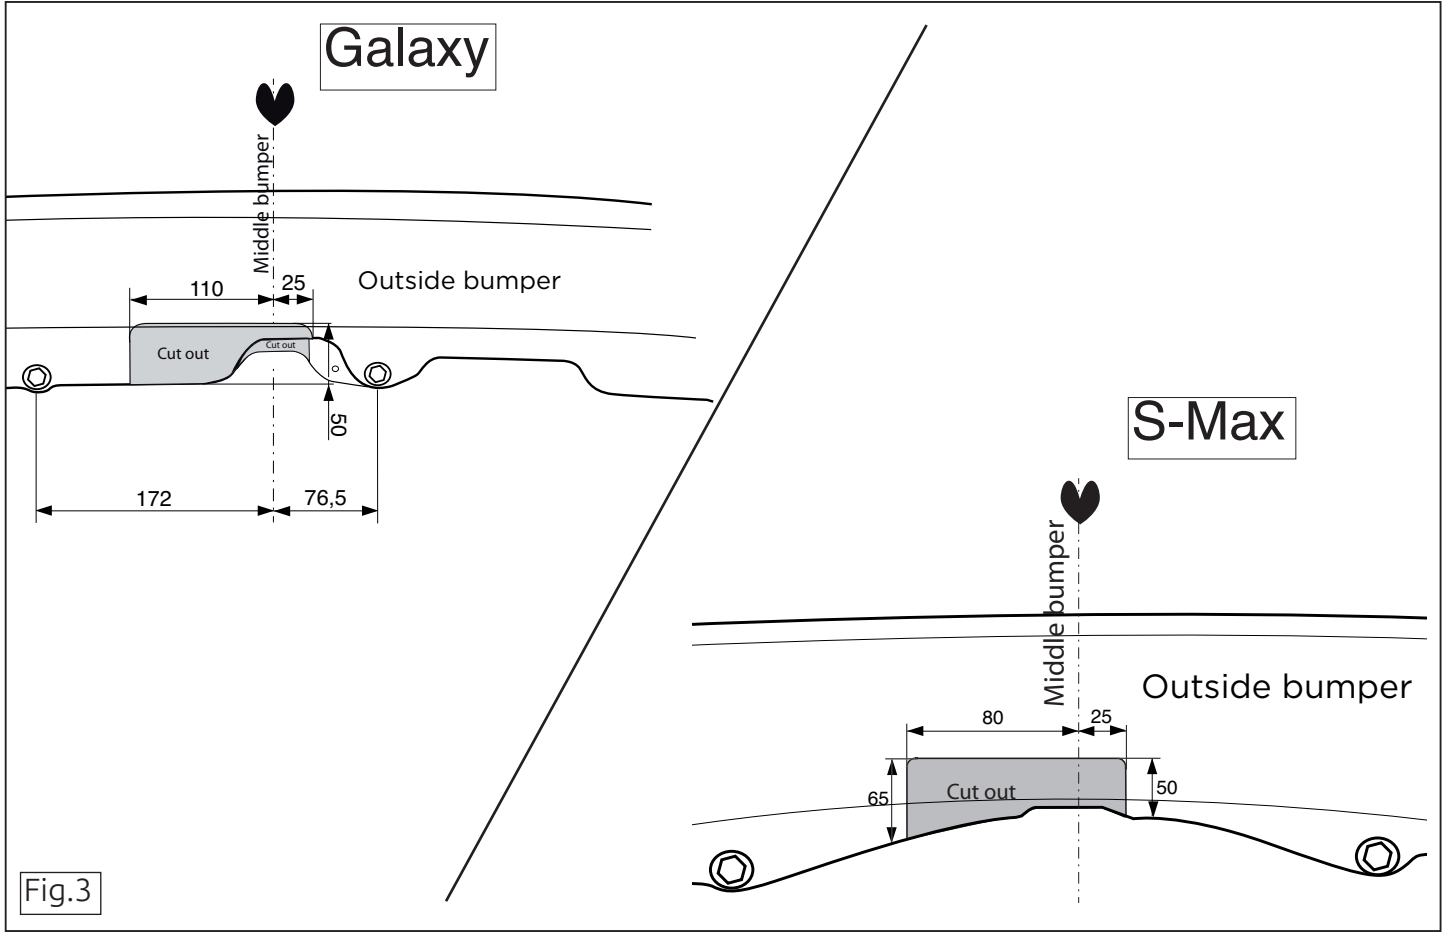

Fig.3
10. Выпилить обозначенную часть, как указано на рис. 3.